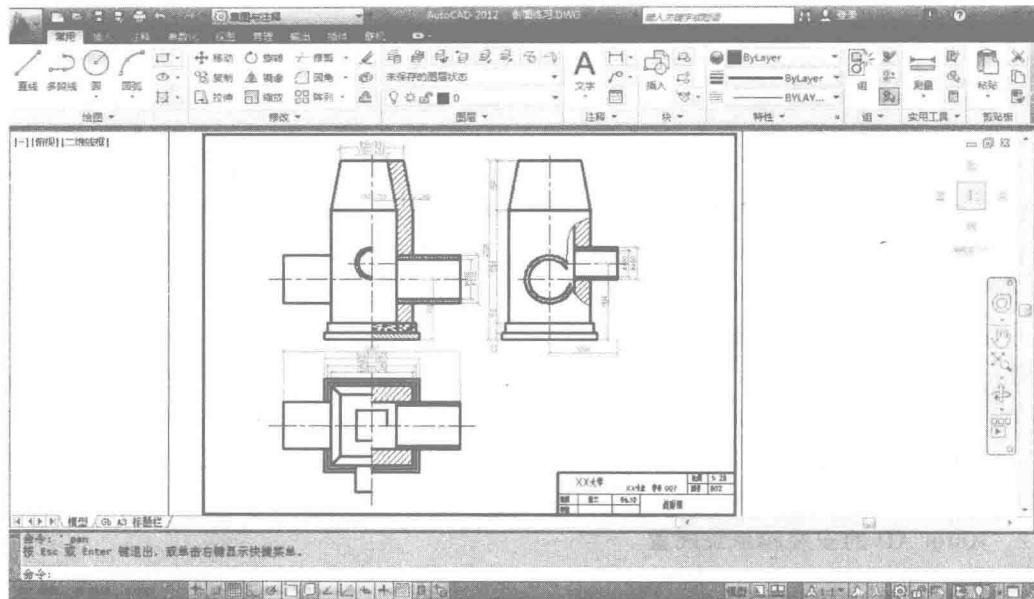

图1-1 二维草图与注释界面
①二维草图与注释界面,它提供了绘制平面图形所需要的大部分命令。如图1-1所示。